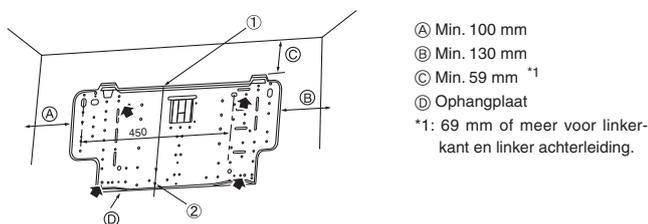

Fig. 3-3
► De muurbevestigingsmal moet aan weerszijden en indien mogelijk ook in het midden worden bevestigd. Zet hem nooit op één plaats vast en zorg altijd dat de mal symmetrisch bevestigd is (het beste is de mal te bevestigen op alle plaatsen die met een vette pijl staan aangegeven). (Fig. 3-3)